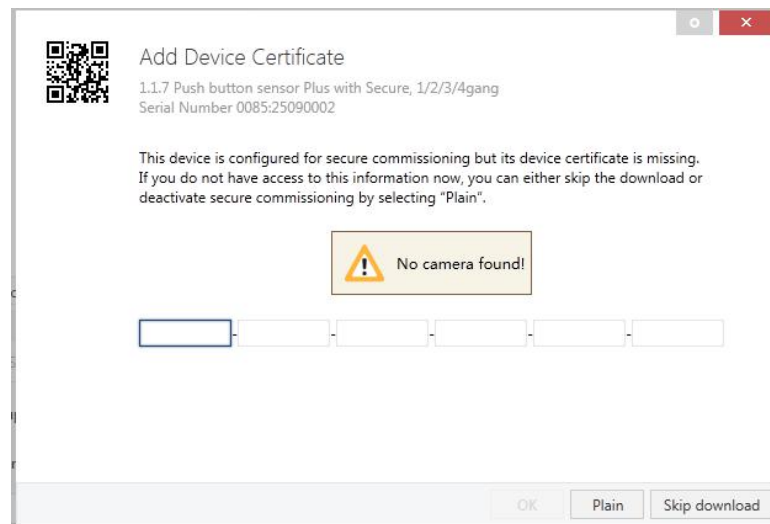

图 4.3.1 Add Device Certificate window
- ◇ 首次下载设备时，ETS 中会打开一个窗口，提示用户输入密钥，如下图 4.3.1。